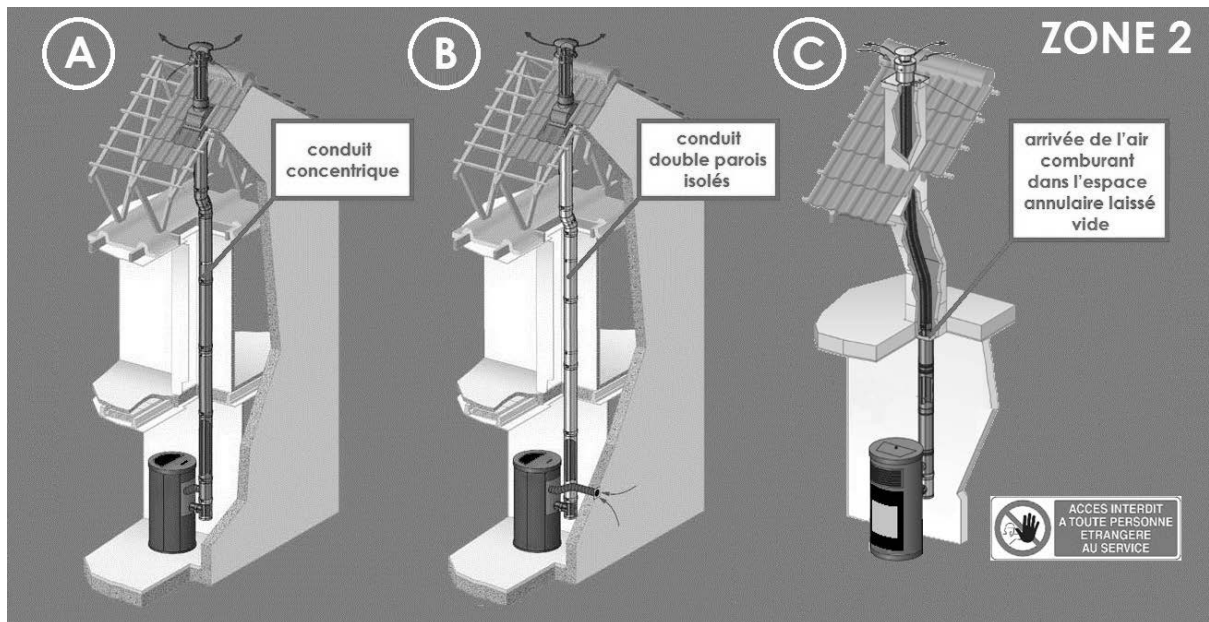

Fig. 10 - Schéma de principe des 3 types de système concentrique avec terminal vertical (ZONE 2)
Voir également le schéma des positions des terminaux sur, voir Fig. 10.
ATTENTION : exception sur le prélèvement d'air comburant de l'espace interstitiel du conduit concentrique (C). CADEL et FREEPOINT n'autorisent pas que l'on prélève de l'air comburant de l'espace annulaire laissé vide dans le cas d'un tubage de conduit maçonné comme suggéré dans le schéma dans Fig. 10, cas (C).